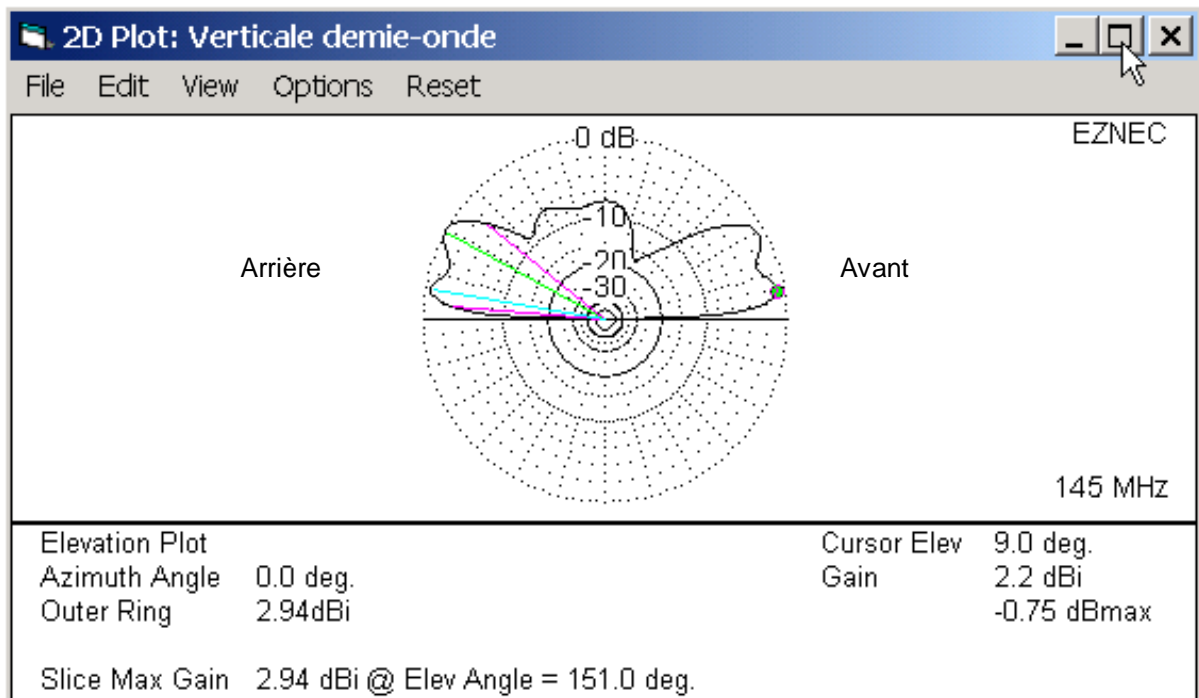

Fig. 10 : Diagramme de rayonnement vertical de l'arrière à l'avant de la voiture
La simulation inclut cette fois l'effet du plan de sol en dessous et autour de la voiture. Le diagramme de rayonnement en fonction de l'angle d'élévation est présenté à la figure 10, pour un angle azimutal de 0° .
- On voit que la $\lambda/4$ rayonne davantage vers le haut. Les diagrammes des antennes $\lambda/2$ (fig. 10) et $\lambda \cdot 5/8$ étant plus « plats », ces antennes seront plus efficaces. L'antenne $\lambda/4$ a un gain max. de 3dB mais pour un angle d'élévation de 30°. Elle a un gain de 0.5dB à 1dB sous un angle d'élévation de 10°. L'antenne $\lambda \cdot 5/8$ a un gain max. de 2.9dB pour un angle d'élévation de 10°.